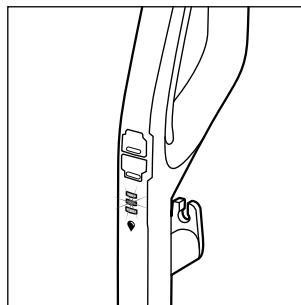

Afb. 17
- ◆ Druk op de schakelaar tapijtvloer  **13** om het apparaat in te schakelen (zie afb. 17). De LED van de schakelaar tapijtvloer  **13** licht blauw op.
- Als u bij het reinigen van tapijtvloeren op de schakelaar schoonmaakmiddel ⑯ drukt, wordt in vergelijking met het reinigen van harde vloeren twee keer zoveel schoonmaakmiddel over de borstelrol ⑥ verdeeld.
- De tapijtvloer droogt na het reinigen sneller als u meerdere malen over de tapijtvloer gaat met het apparaat. Activeer daarbij niet de continuussprayfunctie en houd de schakelaar schoonmaakmiddel ⑯ niet ingedrukt.
- ◆ Druk opnieuw op de schakelaar tapijtvloer ⑯ ⑯ om het apparaat uit te schakelen (zie afb. 17).